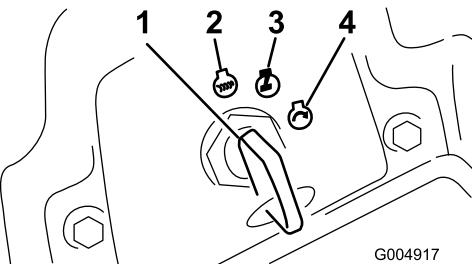

Figure 16
6. Tournez la clé de contact dans le sens horaire à la position Contact (Figure 16).
- Tournez la clé de contact à la position Arrêt (Figure 16). Attendez l'arrêt de toutes les pièces en mouvement avant de quitter la position d'utilisation.